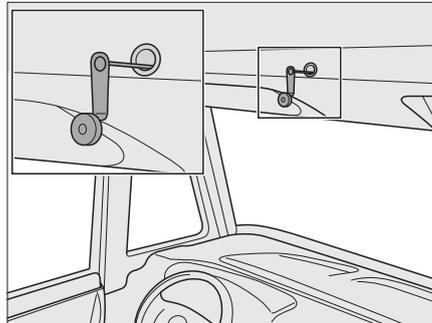

Bild 154 Notbedienung für elektrisches Hubbett
- ▷ Bei Stromausfall kann das elektrische Hubbett auch mit einer Notkurbel (Bild 154) bedient werden. Diese befindet sich in der Küchenzeile.